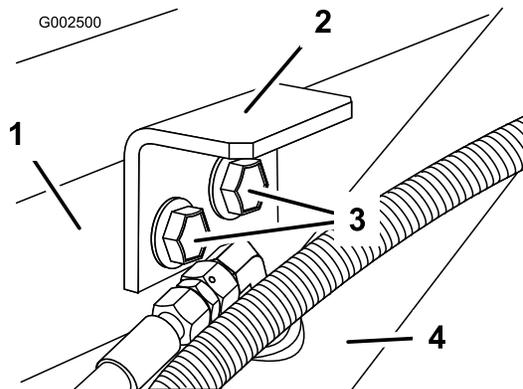

Figure 15
2. Posez les supports de retenue à l'aide des deux boulons et écrous à embase retirés précédemment (Figure 15).